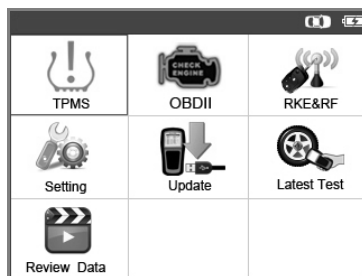

Рисунок 3.1
- 4) Включите сканер путем нажатия **кнопки электропитания**, после чего дождитесь отображения главного меню. (См. рисунок 3.1)
- 1) Используя кнопки прокрутки **вверх/вниз** и **влево/вправо** выберите **TPMS** в **главном меню** (см. рисунок 3.1), а затем нажмите кнопку **Y**, чтобы подтвердить выбор.